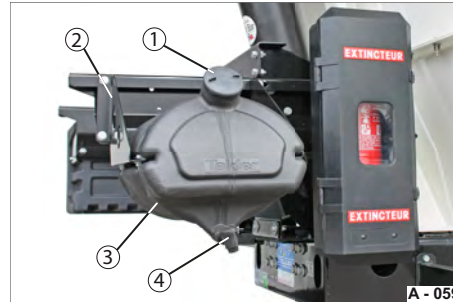

Abb. 91 Wassertank
- ▶ Schrauben Sie den Verschluss der Einfüllöffnung (Abb. 91/1) auf.
Der Wassertank (Abb. 91/3) kann über die Einfüllöffnung befüllt werden.